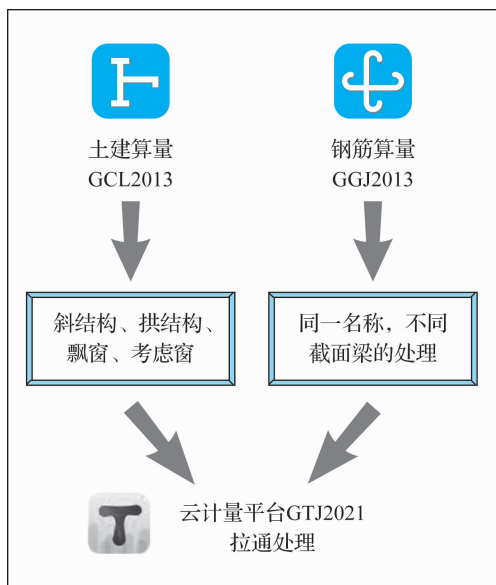

图 1-4 业务范围一致
(3) 业务范围一致。BIM 土建计量平台 GTJ2021 统一了 BIM 钢筋抽样 GGJ2013 和 BIM 土建算量 GCL2013 的业务范围(见图 1-4)。例如, 斜结构、拱结构、飘窗、老虎窗等构件在 BIM 钢筋抽样 GGJ2013 中未处理, 在 BIM 土建算量 GCL2013 中进行了处理; 同一名称、不同截面的梁在 BIM 土建算量 GCL2013 中未进行处理, 在 BIM 钢筋抽样 GGJ2013 中进行了处理。